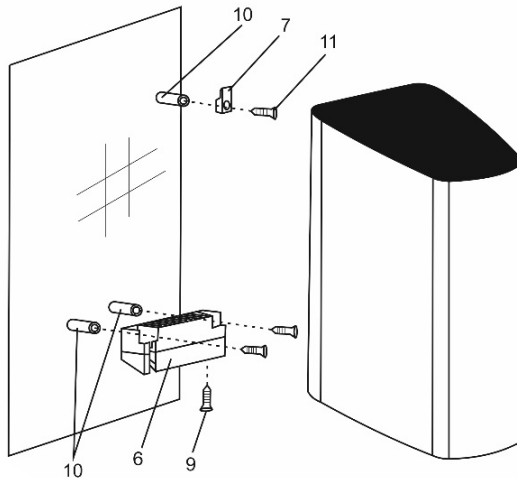

Fig. 4
- (Fig. 4) Inserte los tacos (10) en el agujero y fije el gancho (7) y el bloque soporte (6) a la pared.